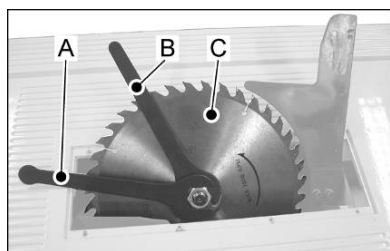

Fig 10
Desserrer l'écrou de serrage avec la clé livrée (A, Fig. 10). éviter la rotation de la flasque en la bloquant avec la clé livrée (B).